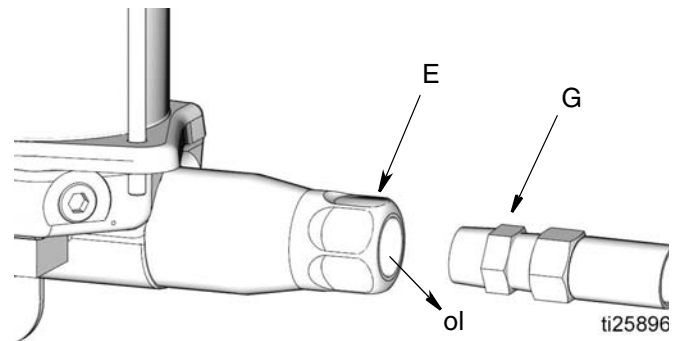

图 7
3. 断开润滑剂供应管路（G）与泵出口（E）的连接（图 7）。
5. 运行泵数个冲程，直至机油（ol），无空气，从泵出口（E）处出来（图 7）。